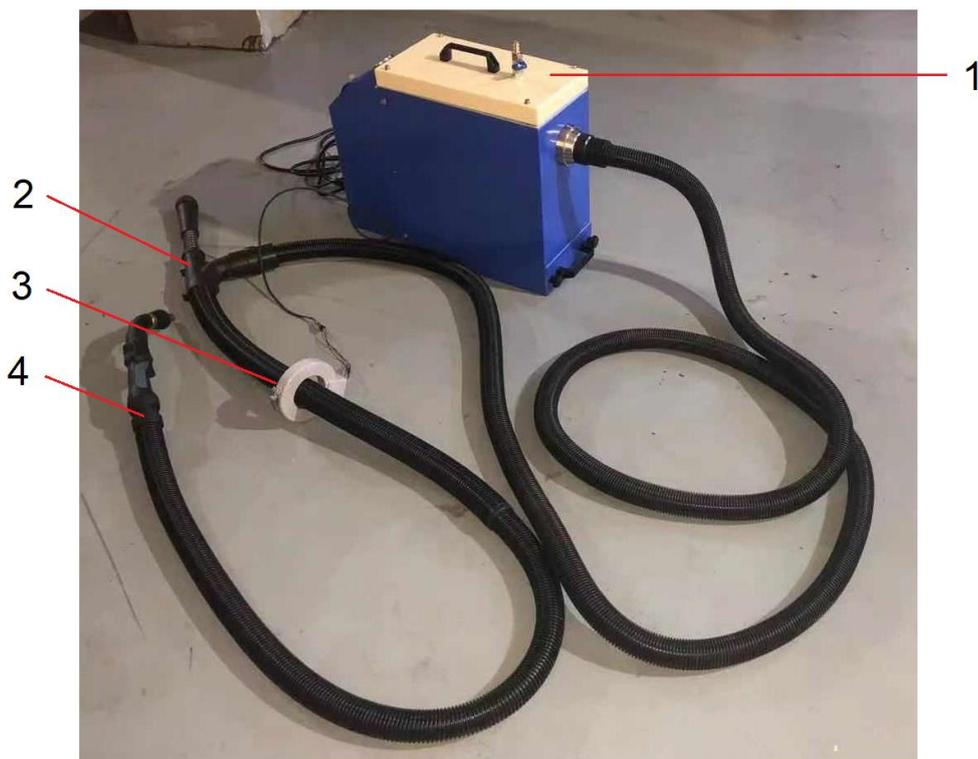

Рисунок 3 – Ввод в эксплуатацию
1. Закрепить шунт старт/стоп на дымовытяжном шланге (2) системы горелки (4) (Рисунок 3 – Ввод в эксплуатацию).